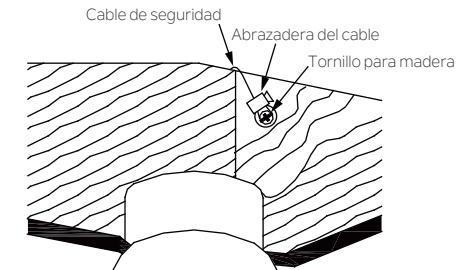

Figura 12
**Paso 2.** Inserte el cable de seguridad a través del soporte de montaje y uno de los orificios de la caja de salida en el techo. Tire del cable adicional a través de la abrazadera del cable para ajustar la longitud del cable de seguridad para alcanzar el tornillo para madera y la arandela plana hasta que la longitud total sea adecuada, vuelva a colocar el extremo del cable a través de la abrazadera del cable, formando un lazo en el extremo del cable. Apriete firmemente la abrazadera del cable. Ahora, coloque el lazo en el extremo del cable de seguridad sobre el tornillo para madera y debajo de la arandela plana. Apriete firmemente el tornillo para madera. (Figura 12)